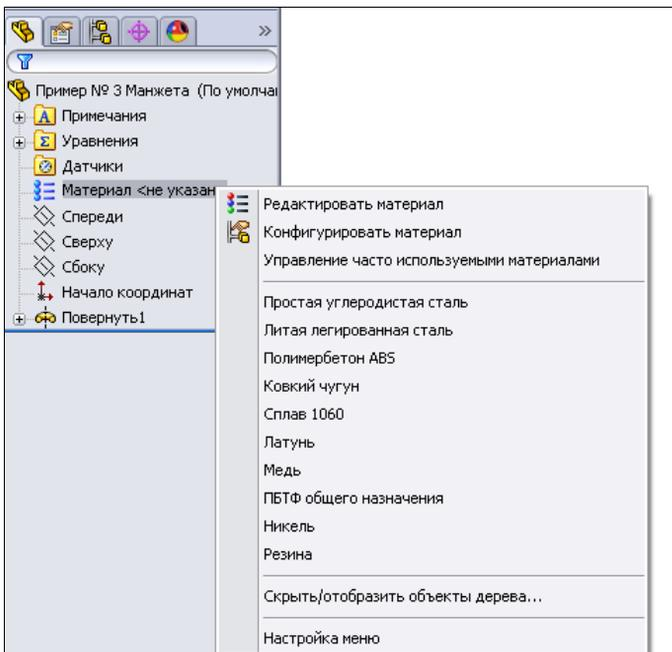

Рис. 2.34
1. Укажем материал манжеты. В Дереве Конструирования установим курсор на строке  **Материал <не указан>** и вызовем правой кнопкой мыши панель со списком различных материалов (рис. 2.34).